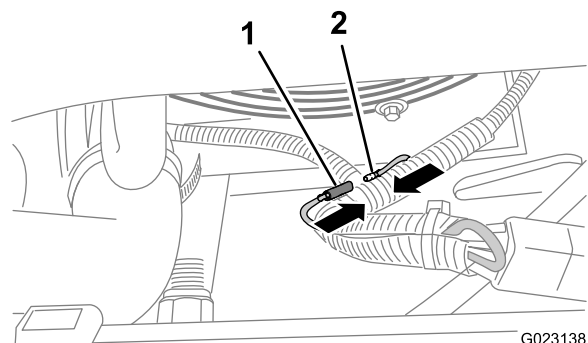

Figure 6
7. Débranchez le connecteur cylindrique au bout du fil gris sortant du module d'allumage du moteur et branchez-le au connecteur situé au bout du faisceau de démarrage à clé arrière que vous avez acheminé vers l'avant (Figure 6).